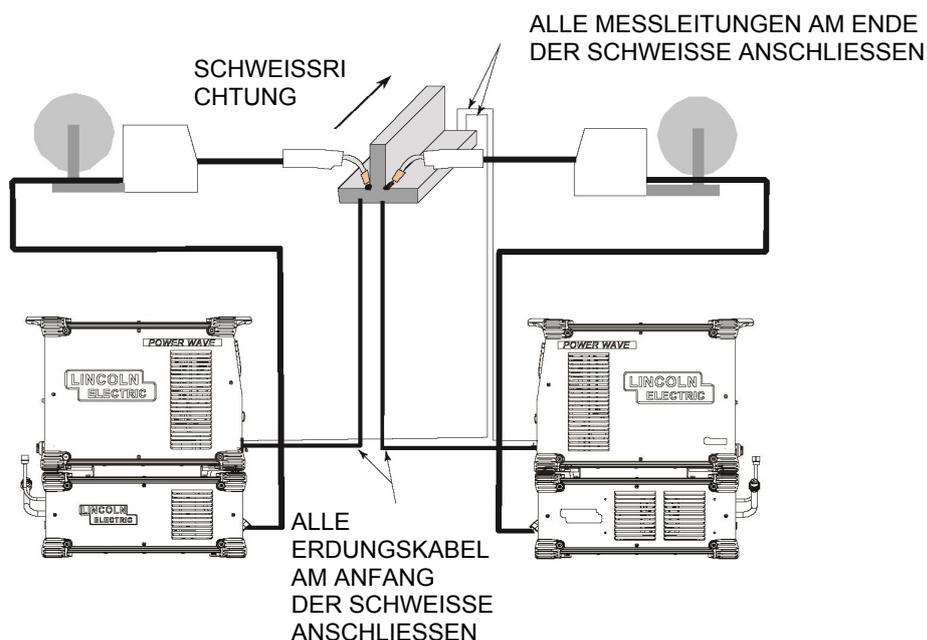

Abb. 4
- **Bei länglichen Anwendungen** alle Erdungskabel an einem Ende der Schweißschleife anschließen und alle Messleitungen für die Arbeitsspannung am der Schweißschleife gegenüberliegenden Ende. Führen Sie die Schweißschleife weg von den Erdungskabeln in Richtung der Messleitungen aus. (Siehe Abb. 4.)